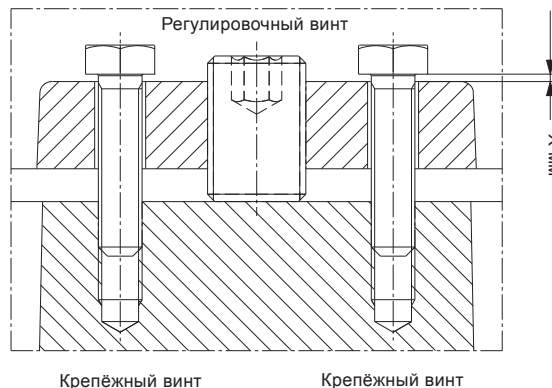

Рис. 17 Регулировка зазора рабочего колеса
3. Ослабьте крепёжные винты чтобы сделать правильный зазор под головками крепёжных винтов (см. рис. 17) в соответствии с данными из таблицы по зазору щелевого уплотнения рабочего колеса, приведённой выше.